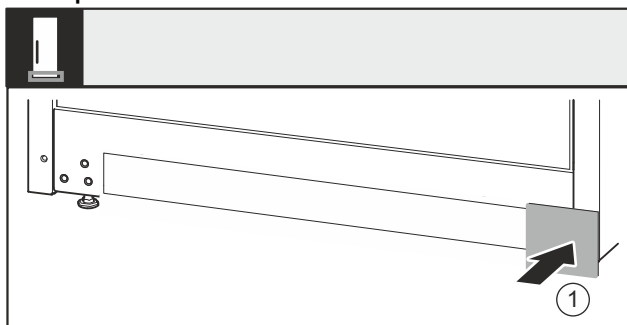

Fig. 26
- Kryt Fig. 26 (1) opět nasadte na druhé straně.